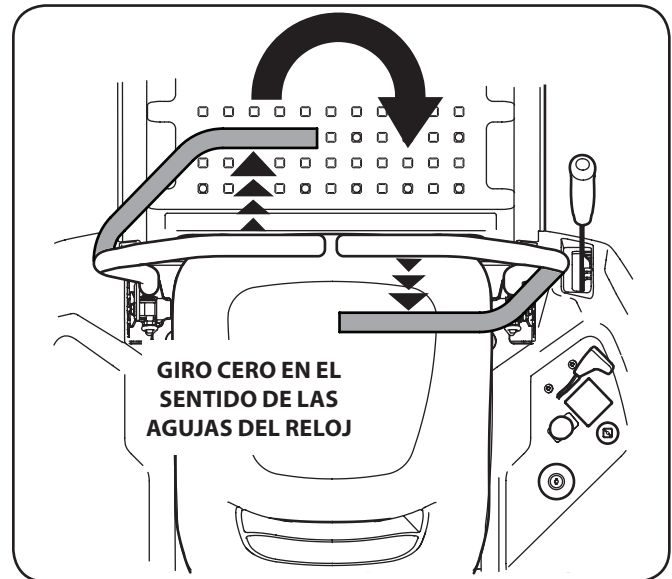

Figura 5-9
2. Para girar en el sentido de las agujas del reloj, mueva la palanca de control del lado izquierdo hacia adelante mientras mueve simultáneamente la palanca de control derecha hacia atrás. Vea la Figura 5-9.